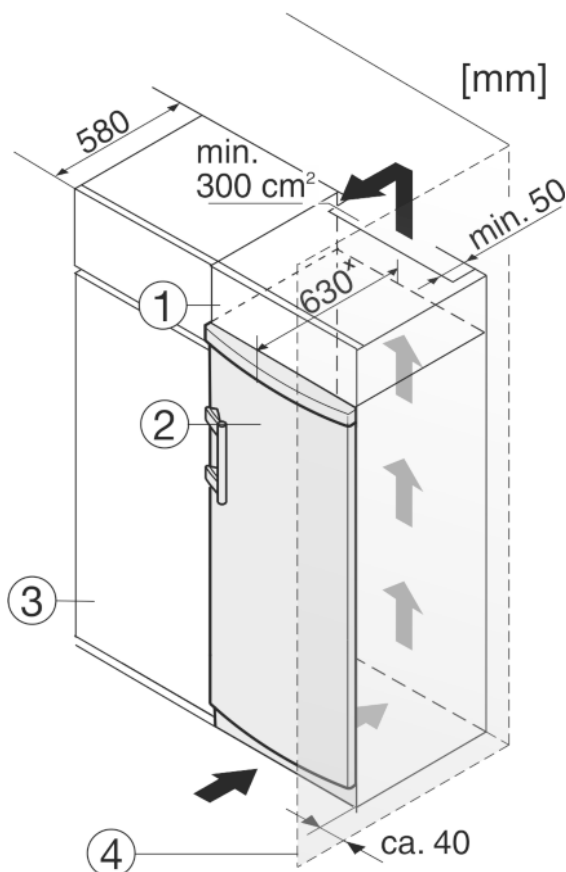

Fig. 10
L'appareil peut être entouré de meubles de cuisine. Pour adapter l'appareil Fig. 10 (2) à la hauteur des placards de la cuisine intégrée, on peut placer un élément haut Fig. 10 (1) au-dessus de l'appareil.
Lors de la transformation avec des placards de cuisine (profondeur max. 580 mm), l'appareil peut être placé directement à côté du placard de cuisine Fig. 10 (3). L'appareil dépasse latéralement de 34 mm\* et de 50 mm\* au centre de l'appareil par rapport à la face avant du placard de cuisine.
Si l'appareil est installé avec les charnières à côté d'un mur Fig. 10 (4), la distance entre l'appareil et le mur doit être de 40 mm min. Ceci correspond à la saillie de la poignée lorsque la porte est ouverte.